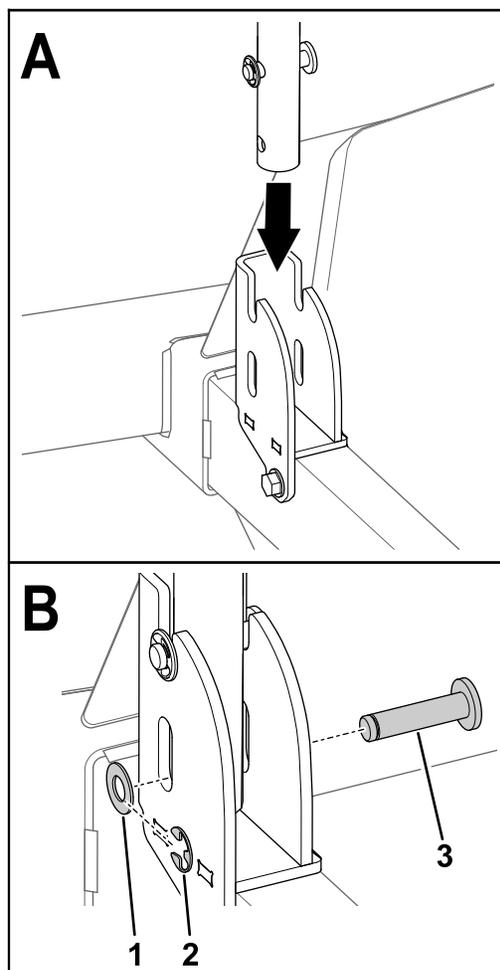

Рисунок 5
1. Совместите нижнее отверстие вспомогательной рукоятки с закрытым пазом в кронштейне вспомогательной рукоятки, как показано на Рисунок 5.
2. Вставьте штифт с канавкой через паз в кронштейне и отверстие во вспомогательной рукоятке (Рисунок 5).
3. Прикрепите штифт к кронштейну и рукоятке с помощью шайбы ($\frac{3}{8}$ дюйма) и стопорного кольца (Рисунок 5).